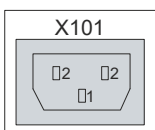

Abb. 3: Spannungsbuchse 100-240 V
Der Anschluss der Spannungsversorgung erfolgt über die Kaltgerätebuchse (X101) auf der Oberseite des Industrie-PCs. Die Belegung beinhaltet einen Schutzleiter (1), einen Neutraleiter (2) und einen Außenleiter (2) (siehe Abb. 3).